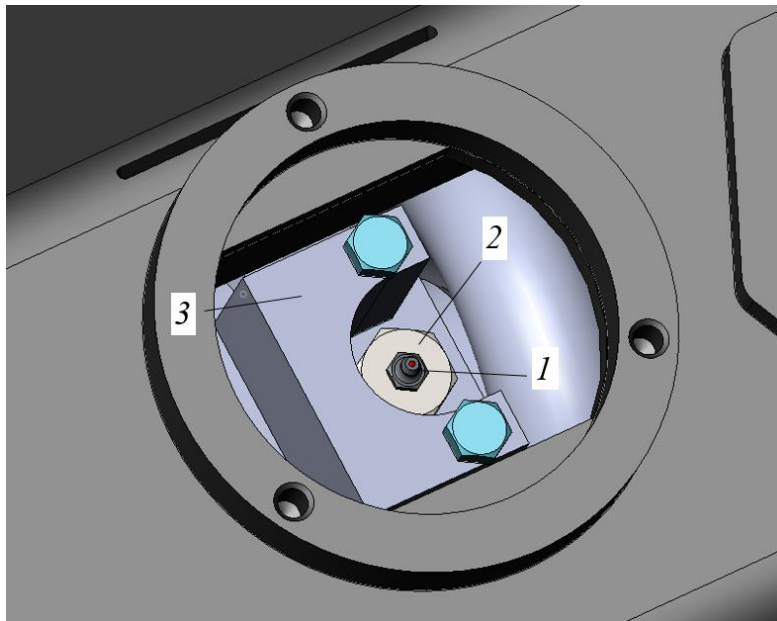

Рисунок 12.14. Демонтаж крышки корпуса тележки
- ▶ Снять пылезащитный колпачок с пресс-масленки 1 рис. 12.14.
- ▶ Вывернуть пресс-масленку 1, рис. 12.14 на 2 оборота.
- ▶ Полностью вывернуть пресс-масленку 1, рис. 12.14.
- ▶ Демонтировать ограничитель от проворачивания 3, рис. 12.14.
- ▶ Резбовое отверстие под установку пресс-масленки 1, рис. 12.14, закрыть или заклеить липкой лентой (исключить попадание любых загрязнений в механизм натяжения).